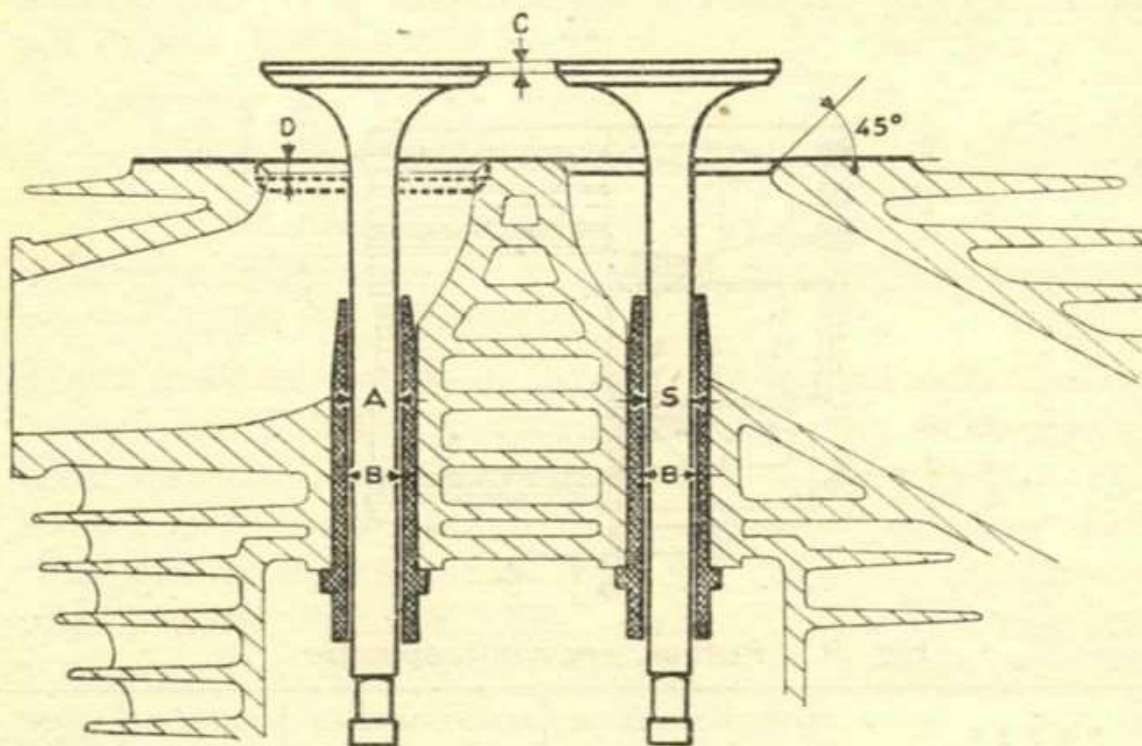

Fig. 32 - Valvole, guide, sedi
Le sedi delle valvole, anche se alquanto logore, possono essere rettificate mediante apposita fresa ($\phi = 41 - \times = 45^\circ$) a condizione che l'orlo superiore della sede non venga a incassarsi più di mm. 2 (fig. 32).
Le superfici coniche di appoggio delle valvole, ove occorra, possono venire rettificate mediante uno degli appositi apparecchi, purchè l'orlo superiore (D) non si abbassi al disotto di mm. 0,7 (fig. 32).
Circa le misure attenersi alla tabella della fig. 32.